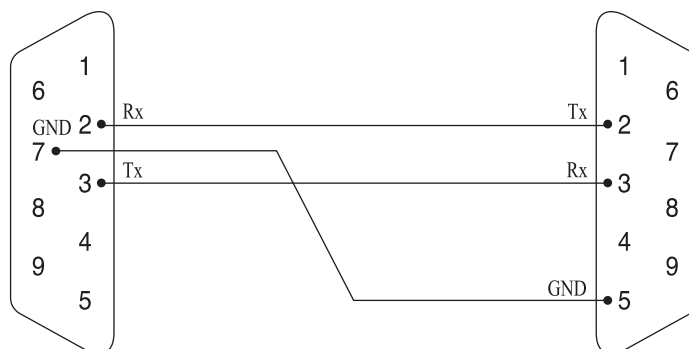

Рисунок 8.1 – Схема распайки кабеля для подключения весов к принтеру.
Для подключения весов к внешнему устройству (принтеру «DEP-50», компьютеру или другому внешнему устройству) по интерфейсу «RS-232C» необходимо наличие кабеля с соответствующей распайкой (см. рисунок 8.1 и 8.2). Скорость обмена данными, установленная на принтере или компьютере должна быть равна скорости обмена данными, установленной на весах.
- ☐ Подключите к весам внешнее устройство (принтер «DEP-50» или компьютер) при помощи соответствующего кабеля (см. рисунок 8.1 и 8.2).